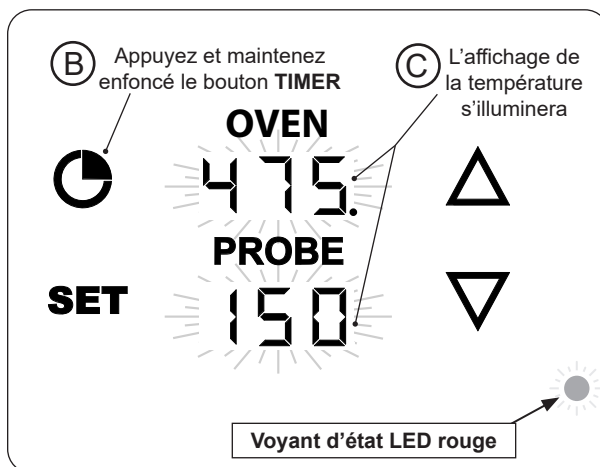

Fig. 36-2 Activez le thermostat
3. Appuyez et maintenez enfoncé le bouton **TIMER** (voir Fig. 36-2, B) jusqu'à ce que le reste des affichages s'illumine (voir Fig. 36-2, C). (Le voyant lumineux LED rouge indique que l'appareil est en cours d'allumage.)